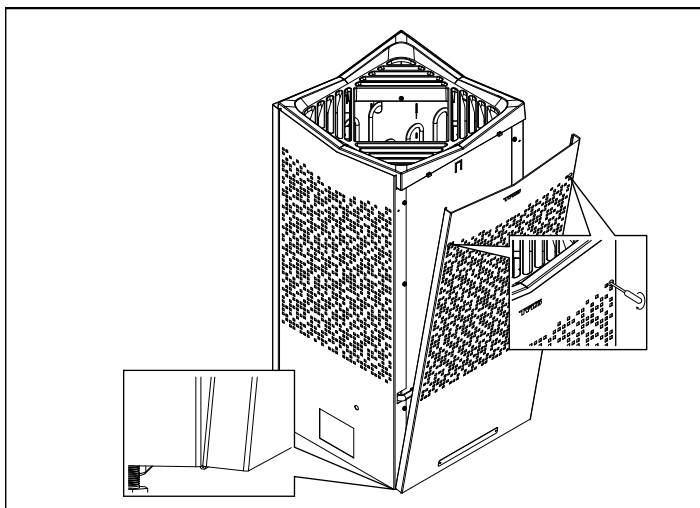

Abb. 11: Einhaken und Festschrauben der Vorder- und Rückwandelemente
8. Hängen Sie die Vorder- und Rückwandelemente wieder ein und ziehen Sie die Schrauben fest (siehe Abbildung 11).